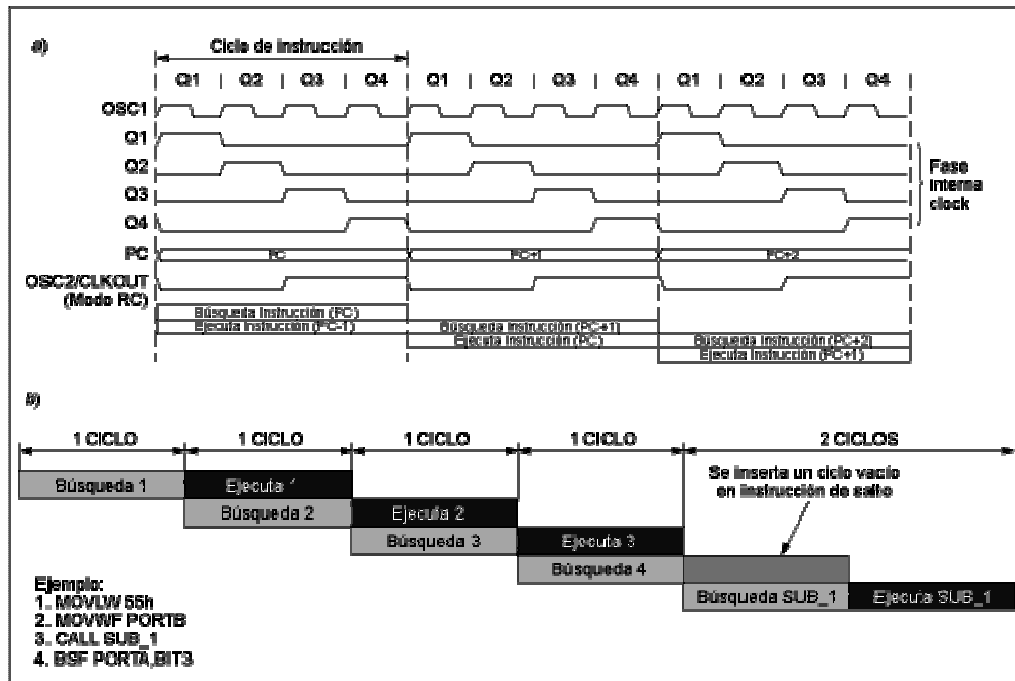

Figura 7.5. Procesador Segmentado pipeline
- **Procesador segmentado "pipe-line".** Se aplica la técnica de segmentación que permite al procesador realizar simultáneamente la ejecución de una instrucción y la búsqueda de código de la siguiente. De esta manera, se puede ejecutar una instrucción en un ciclo. (Cada ciclo de instrucción son cuatro ciclos de reloj), figura 7.5.